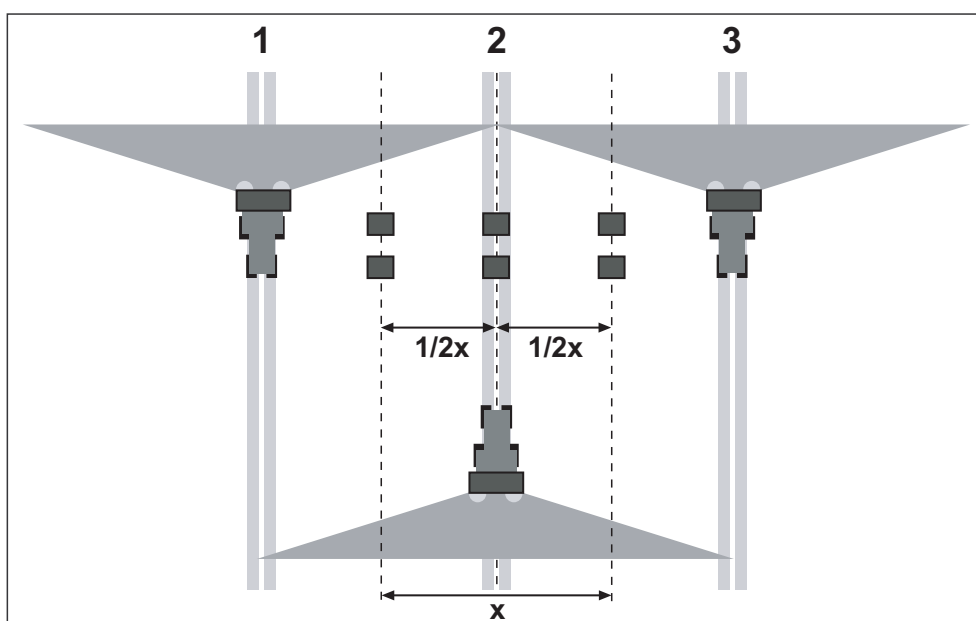

Bild 8.29: Uppställning för tre passeringar
- Placera två uppsamlingssskålar mellan varje den inre och de yttre körbanorna på ett avstånd av **1 m** efter varandra i överlappningszonerna och i den indre körbanan (enligt bild 8.29).